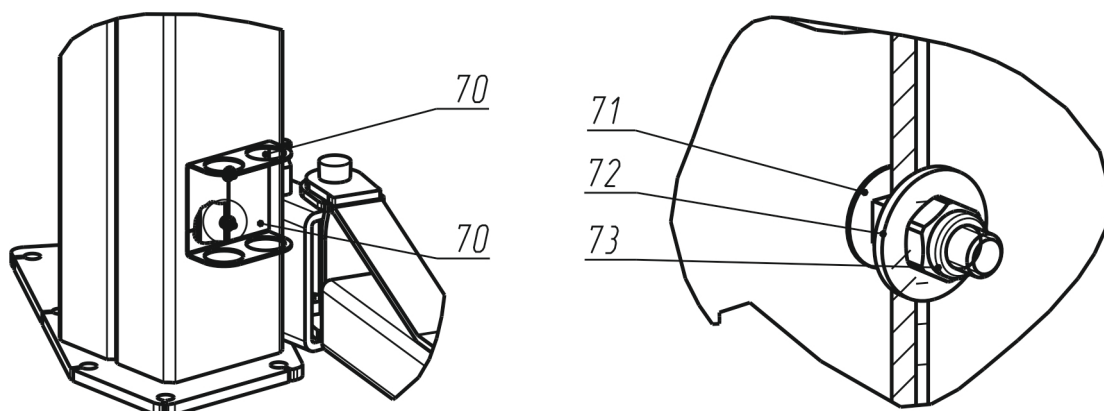

Рисунок 6.9 – Установка подставок
6.16 Для установки подставок (см. Рисунок 6.9) необходимо поднять и установить каретку на стопор.